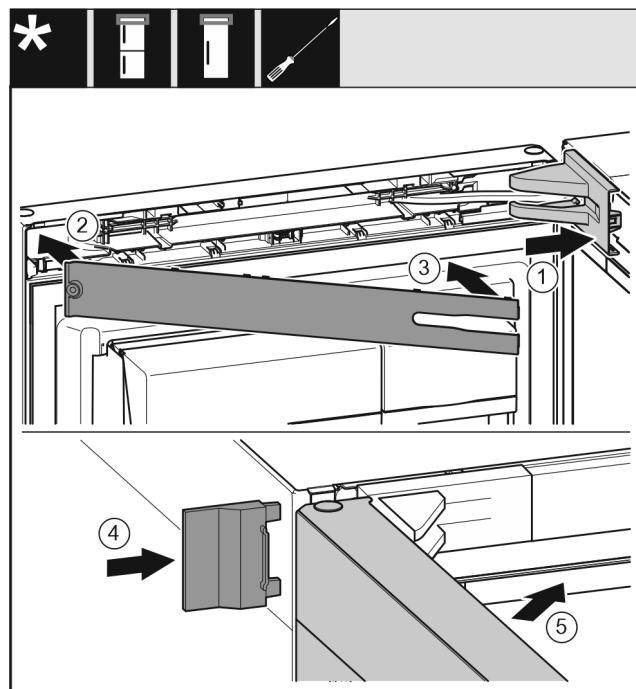

Fig. 48
- ▶ Mettre en place le cache du support de palier Fig. 48 (1) et l'enclencher. Au besoin, l'écarter avec précaution.
- ▶ Poser le cache Fig. 48 (2).
- ▶ Cache Fig. 48 (3)
- ▶ Insérer le cache extérieur Fig. 48 (4).
- ▶ Fermer la porte supérieure Fig. 48 (5).